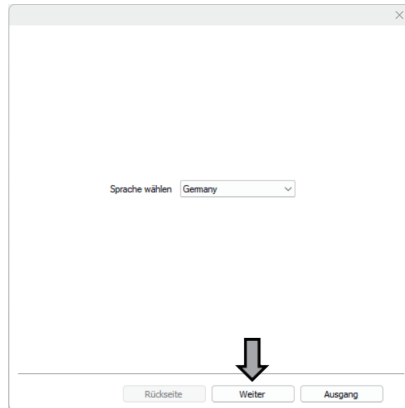

Fig.16
② Öffnen Sie die Installationsoberfläche des Druckertreibers, wählen Sie Ihre bevorzugte Sprache aus und klicken Sie auf „Weiter“ (siehe Abbildung 16).